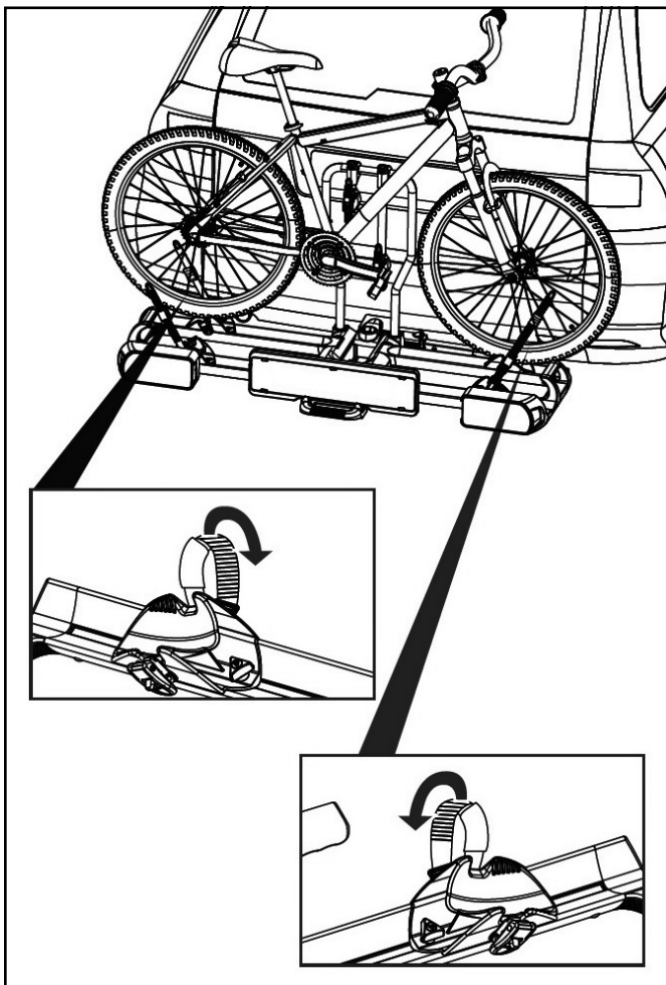

Figure 20: Ouverture du blocage de roues
- Si une fixation n'est pas bien serrée, répétez les étapes illustrées aux Fig. 20 à 28.